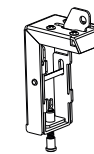

Rys. 13
1. Wywierć dwa otwory w suficie i zamocuj w nich zawieszenie (nie dostarczane). (Rys. 13)